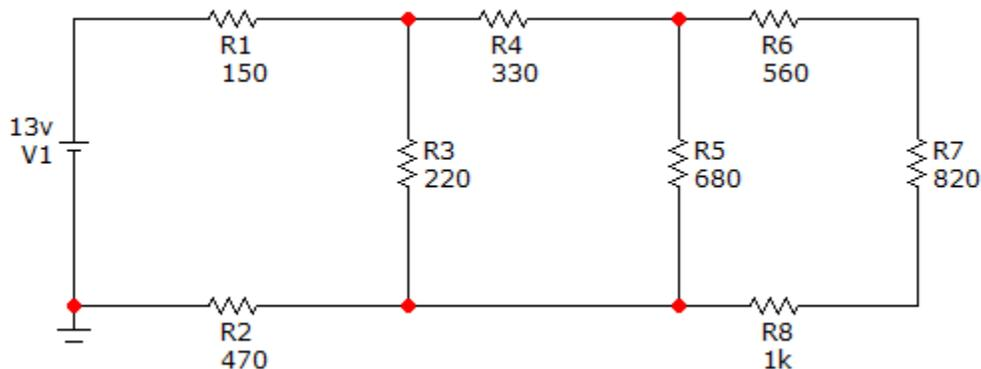

Figura 1.1
3. Realice la simulación y el análisis teórico de la figura 1.1 para obtener voltaje, corriente y potencia de cada una de las resistencias, anotando los resultados en una tabla.